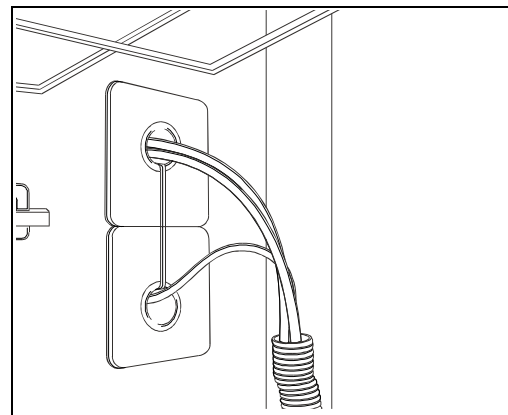

Figure 6: Positionnement des passe-fils, vue de l'intérieur du compartiment.
- Coller le premier passe-fils contre la paroi intérieure du compartiment, vis-à-vis son trou de passage. Coller le second vis-à-vis le deuxième trou de passage. Voir la figure 6 de la page précédente pour connaître l'orientation des passe-fils;